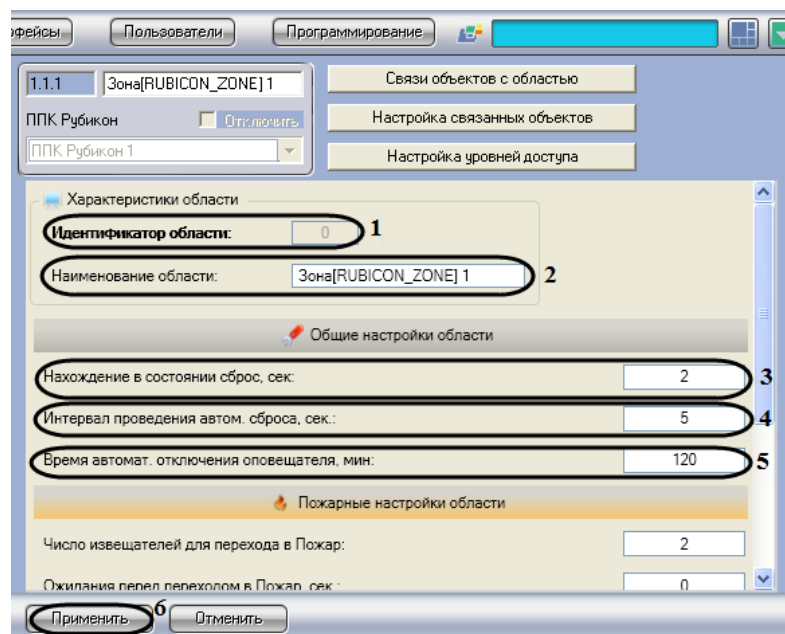

Рис. 3.7—2 Панель настроек объекта Зона
Примечание. В поле **Идентификатор области** отображается порядковый номер охранной зоны (см. Рис. 3.7—2, 1).
2. В поле **Наименование области** необходимо ввести название охранной зоны (см. Рис. 3.7—2, 2).